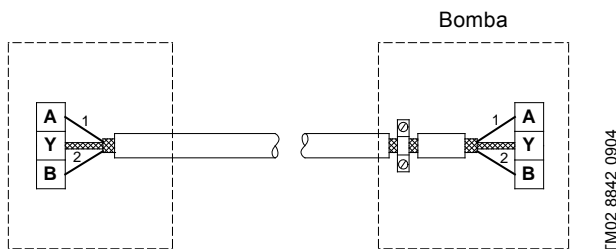

Fig. 21 Conexión con cable apantallado de 2 conductores
- Si la instalación anterior incorporaba un cable apantallado de 2 conductores, la conexión deberá realizarse como se muestra en la fig. 21.